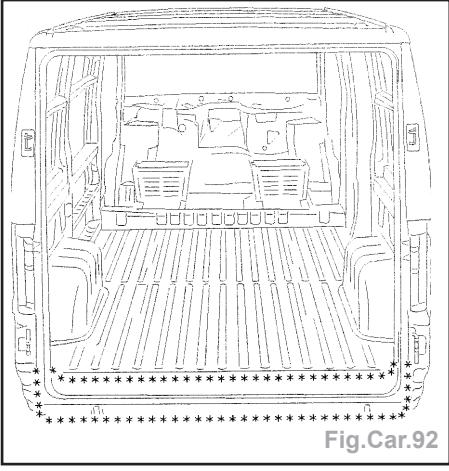

Fig.Car.92
- Dégrafer les lignes de points à l'aide d'une fraise de Ø 8 mm (Fig.Car.92).